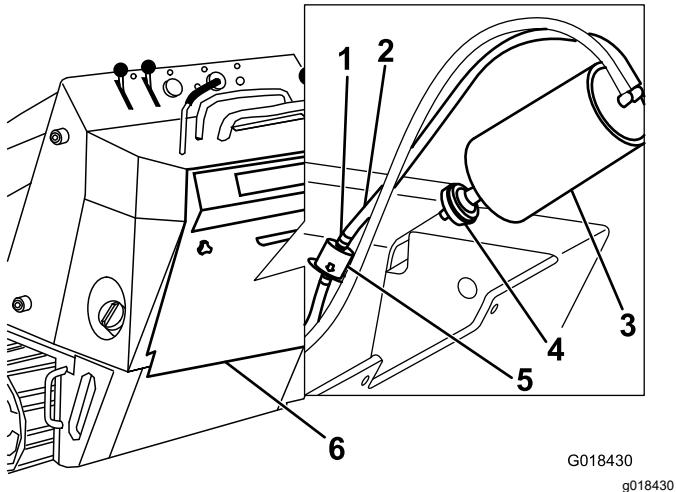

Figure 33
4. Déposez et mettez au rebut le filtre à air à charbon actif (Figure 33).
5. Posez un filtre neuf sur le filtre à charbon actif (Figure 33).
4. Eloignez les colliers à ressort situés de chaque côté du filtre à charbon actif du conduit de purge (Figure 33).
5. Déposez et mettez au rebut le filtre du conduit de purge (Figure 33).
6. Posez un filtre neuf dans le flexible en orientant la flèche située sur le filtre dans la direction opposée au filtre à charbon actif et fixez-le en place avec les colliers (Figure 33).